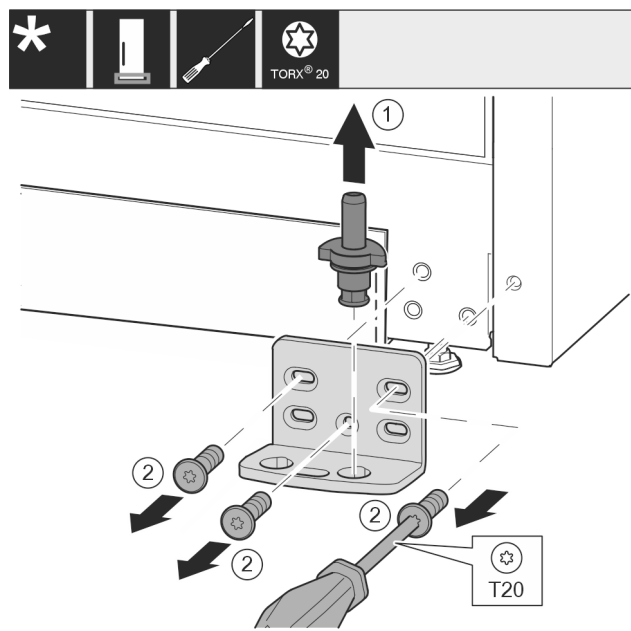

Fig. 15
- ▶ Ležajni sornik Fig. 15 (1) v celoti izvlecite v smeri navzgor.
- ▶ Odvijte vijake Fig. 15 (2) z izvijačem in snemite ležajni podstavek.